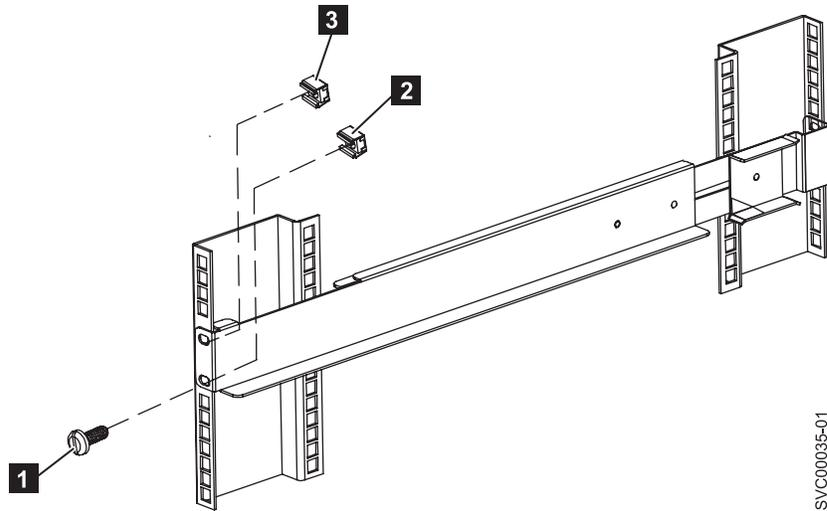

図 313. 2145 UPS-1U の前部レール取り外し
3. レールの上部穴 (370 ページの図 313 の **3**) からクリップ・ナットを取り外します。